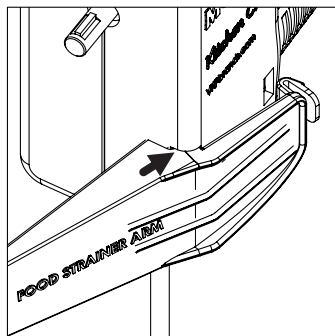

Fig. 1
1. Faites glisser le bras du moulin à grains ou le bras de la passoire alimentaire dans la fente située à l'extrémité plate du moteur (voir fig. 1).